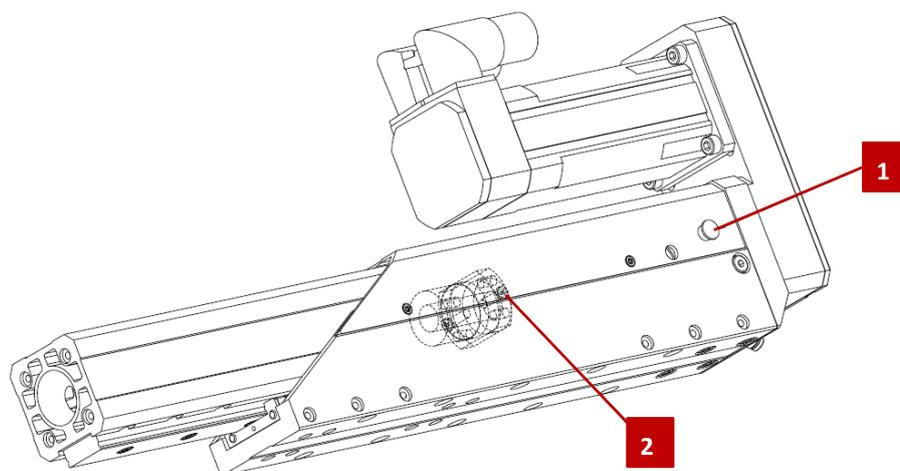

Fig. 13 Axe télescopique - graisseurs axe télescopique
3. Retirez le bouchon obturateur (Fig. 13, 1) du couvercle de la broche.